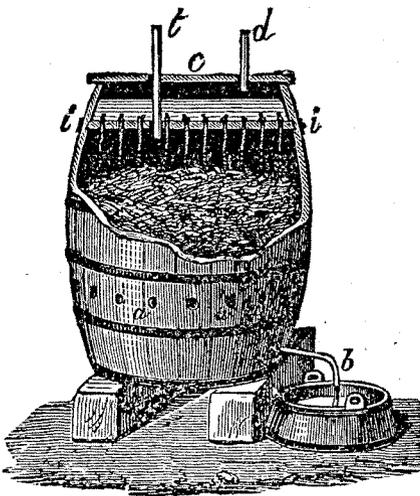

Fig. 179. — Appareil pour la fabrication du vinaigre, procédé allemand.
**Procédé allemand.** — On se sert d'un tonneau à trois compartiments (fig. 179). On le place debout, le plus petit compartiment en haut. Le premier fond est percé de deux trous traversés par des tubes; l'un *d* s'ouvre dans l'entre-fond; l'autre *t* traverse le double fond *ii*. Ce double fond est lui-même percé d'un grand nombre de petits